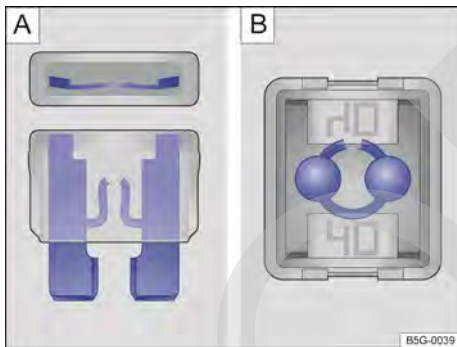

Fig. 222 Fusible fundido: **A**) Fusible enchufable plano. **B**) Fusible tipo bloque.
- Se puede saber si un *fusible enchufable plano* (ATO®, MINI®) está fundido por la tira de metal quemada visible desde arriba y desde los laterales a través de la carcasa transparente → fig. 222 [A].
- Se puede saber si un *fusible tipo bloque* (JCASE®) está fundido por la tira de metal quemada visible desde arriba a través de la carcasa transparente → fig. 222 [B].